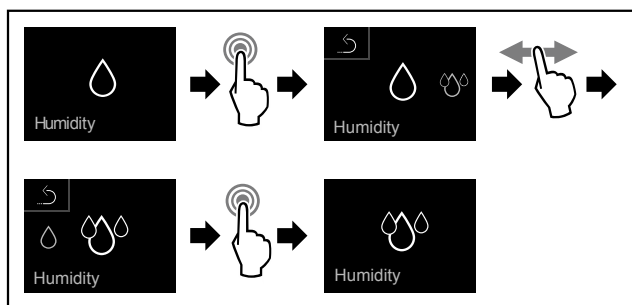

Fig. 69
- Udfør handlingstrinene (se Fig. 69).